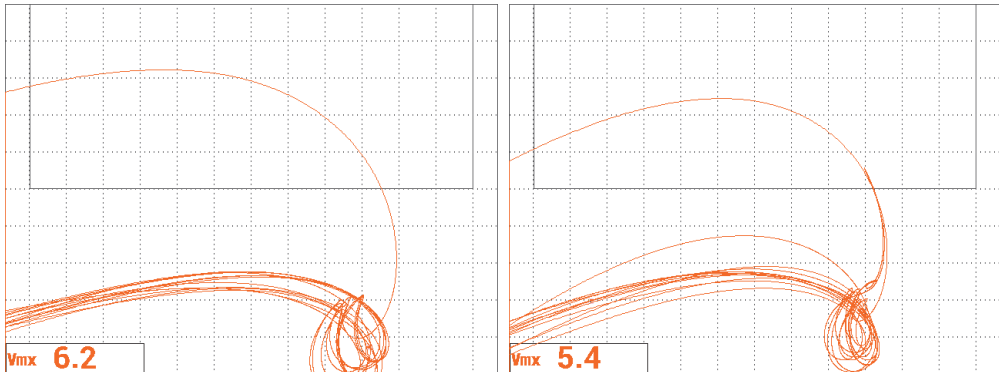

Figura 5-132 Resultados do rastreamento para as duas séries de fixadores.
36. Coloque a sonda na posição 1 e, em seguida, realize o rastreamento final das duas linhas da abertura de fixação (veja Figura 5-132 na página 223).